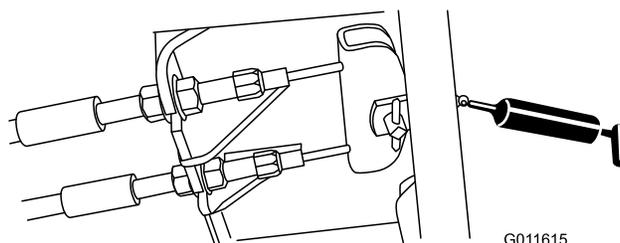

Figura 60
- Pedal de freno (1) (Figura 60)